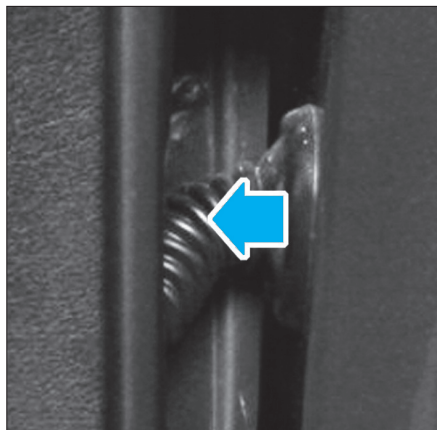

Fig. 69
- Ecarter la porte, puis débrancher le connecteur alimentant la porte (Fig.69).